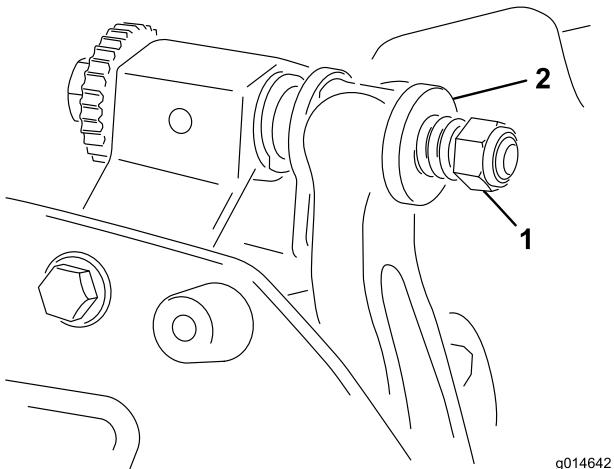

Figura 19
4. Aperte a porca da mola tensora até que a mola fique recolhida; em seguida, desaperte meia volta (Figura 19).